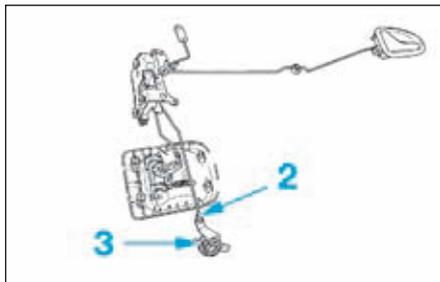

FIG.89
- Déposer la tringle de commande de la serrure (2) (Fig.89).
- Tourner d'un quart de tour la bague de maintien du barillet (3).